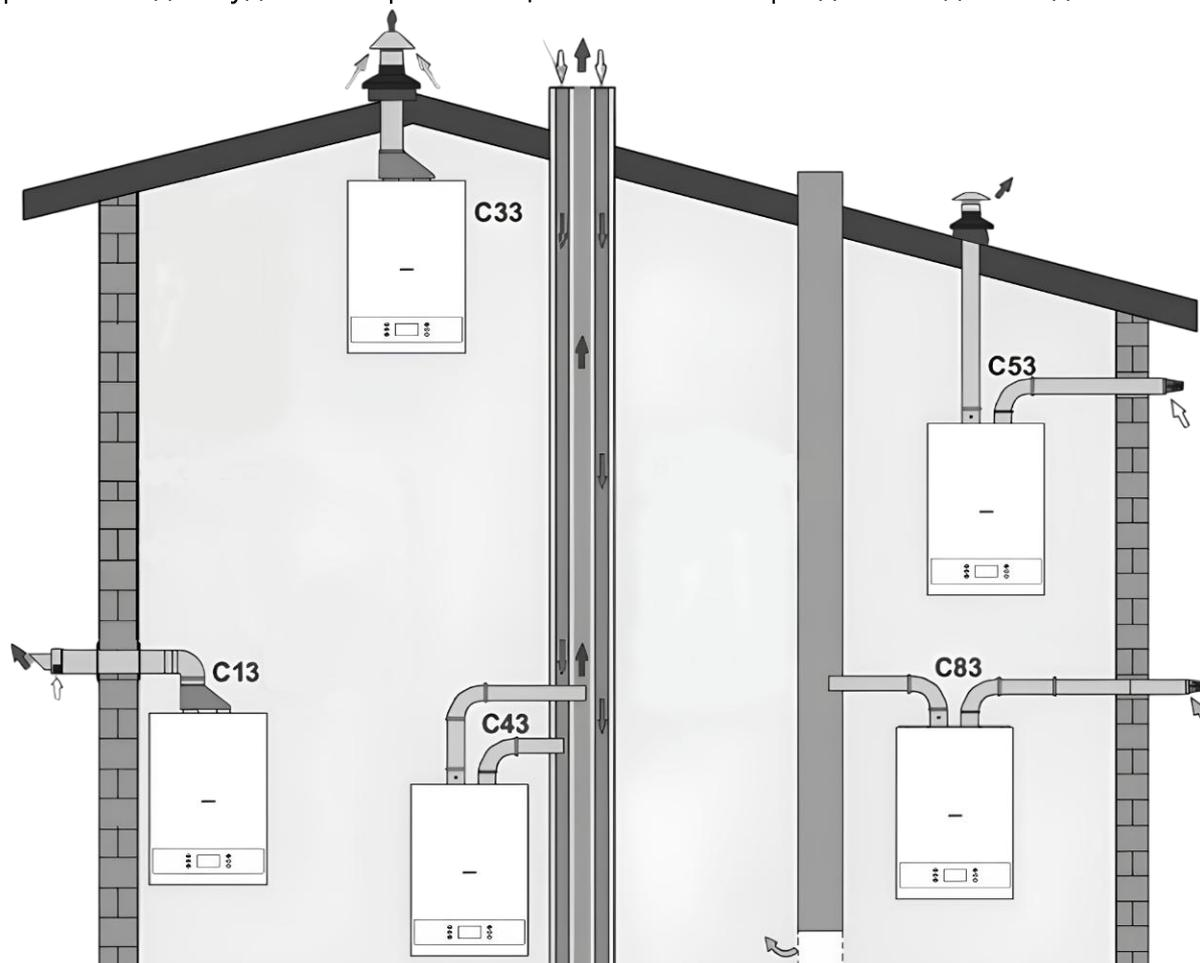

Рисунок 5. Примеры систем дымоудаления
- Откройте входной переключатель подачи воды, а также подающий и обратный клапаны отопительной системы (см. рисунок 5). Запорная арматура перед котлом на подающем трубопроводе и на обратном трубопроводе, установлена в положении «ОТКРЫТО». Между